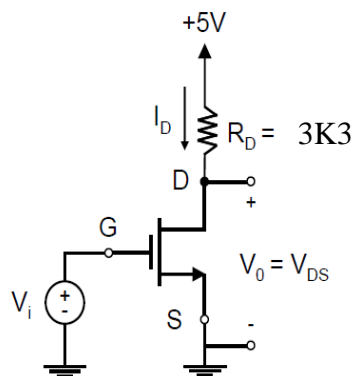

Figura 7.6: Esquema del inversor NMOS
- Prepara el circuito del inversor NMOS como se indica en la figura 7.6, utilizando el transistor ZVN4424A.